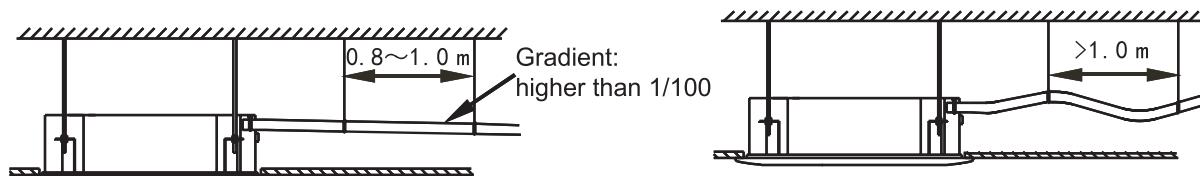

Fig. 6-1
- Para evitar que el agua regrese al interior de la unidad durante el apagado, el tubo de desagüe deberá encontrarse en el lado inferior y descargar el agua hacia el exterior (en el lado del desagüe). La inclinación del tubo de desagüe deberá ser superior a 1/100 y no presentará salientes ni agua acumulada. (Consulte la Fig. 6-1 a).